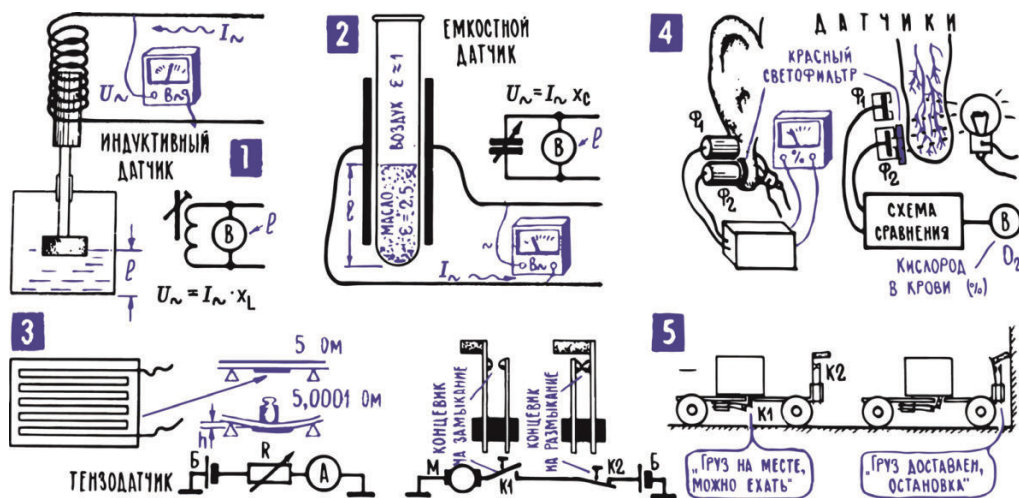
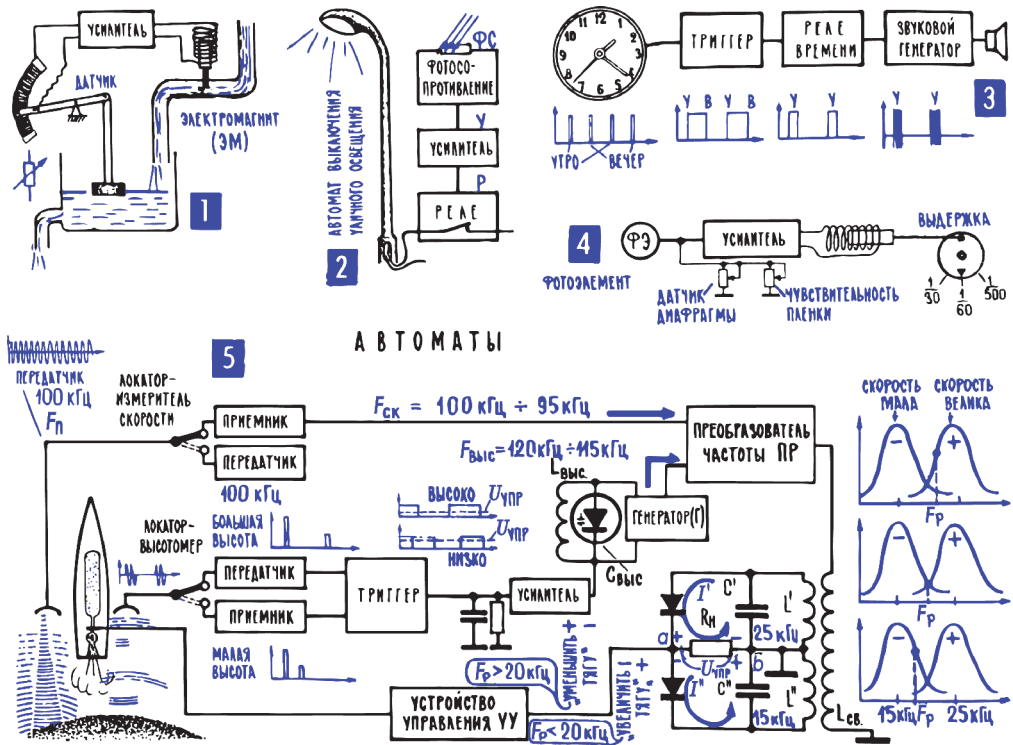

Рис. 15.1. Датчики
Рис. 15.3. Автоматические регуляторы
3. Датчики – органы чувств автоматов, они переводят информацию на электрический язык. Помимо уже знакомых нам датчиков (термоэлемента, терморезистора, фотоэлемента, фоторезистора, пьезокристалла, угольного и электродинамического микрофонов, см. рис. 8.2), имеется огромное множество других приборов для сбора информации о самых различных процессах, описания их в виде электрических сигналов. Датчиком перемещения, например, может быть резистор с переменным сопротивлением, если его подвижной контакт связать с движущимся предметом. Датчиком деформации – проволочка с высоким сопротивлением, изогнутая зигзагом и оклеенная бумагой (рис. 15.1; 3). Такой датчик (тензометр) наклеивается на поверхность детали, и когда деталь деформируется, проволока тоже изгибается и несколько растягивается, сопротивление ее меняется. На изменении сопротивления может также основываться действие датчика уровня (см. рис. 15.3; 1 далее), хотя часто в таких датчиках используются другие принципы. Например, изменение индуктивности катушки по мере перемещения в ней ферромагнитного сердечника (рис. 15.1; 1), или изменение емкости конденсатора по мере того, как между его пластинами появляется вещество с иной диэлектрической проницаемостью (рис. 15.1; 2). А если датчик-индуктивность или датчик-емкость включить в цепь переменного тока, то напряжение, которое появится на датчике, покажет, в каком он находится состоянии и какова контролируемая величина, в данном случае уровень жидкости. Потому что напряжение на участке цепи пропорционально его сопротивлению, а индуктивное сопротивление катушки x_L зависит от ее индуктивности L , емкостное сопротивление конденсатора x_C – от его емкости C . На том же принципе работают емкост-
Существуют датчики, позволяющие оценить химический состав вещества, например по электрическому сопротивлению пробной его порции, по спектру поглощения или оптической плотности. В качестве примера – один из датчиков для определения процентного содержания кислорода в крови (рис. 15.1; 4). В него входят источник света и два фотоэлемента, один из которых закрыт красным светофильтром и воспринимает только красный свет. Датчик подвешивается к мочке уха, сквозь нее проходит свет и падает на фотоэлементы. Луч света просвечивает тонкие кровеносные сосуды в мочке уха, и уровень света, попадающего на «красный» фотоэлемент Φ_2 , зависит от того, насколько кровь в этих сосудах насыщена кислородом. Электронная схема сравнивает напряжение на этом фотоэлементе с общей освещенностью, которая отражена в напряжении фотоэлемента Φ_1 , и такое сравнение позволяет судить о процентном содержании кислорода в крови.
В датчиках можно встретить много остроумных решений, использующих тонкие физические, химические и биологические процессы. Ну, а самый простой датчик – это концевой выключатель (рис. 15.1; 5), который замыкает или размыкает электрическую цепь и тем самым сообщает, что какая-либо деталь заняла определенное положение, пришла на свое место или, наоборот, ушла с него. Такие датчики можно встретить в лифте, где они сигнализируют управляющему автомату, что дверь пока не закрыта и двигаться еще нельзя.
5. В электронных автоматах переработка информации сводится к преобразованию электрических сигналов. Есть автоматы, от которых ничего иного не требуется, как следить за сигналом, поступающим с датчика, и пропорционально изменениям этого сигнала воздействовать на исполнительный механизм. Это так называемые следящие системы, типичные представители которых – системы автоматической регулировки усиления (АРУ) и подстройки частоты (АПЧ) в приемниках, или система, поддерживающая постоянный уровень жидкости в каком-либо резервуаре (рис. 15.3; 1). Следящие автоматы – это пока еще просто исполнительные работники (подобно микрофону или громкоговорителю, которые дословно переводят звук в ток и ток в звук), информация в них никакой переработке не подвергается: что велел датчик, то и делается. К числу таких простых систем относятся и некоторые пороговые автоматы, они даже не интересуются уровнем сигнала все время, а знают лишь одно: достиг этот уровень определенного порога – надо действовать⁵. Именно так, например, поступает автомат уличного освещения (рис. 15.3; 2); вечером, лишь только естественный свет уменьшится до определенного порога, как автомат производит одно из двух действий, которым его научили, – включает уличные фонари; а с рассветом, когда освещенность поднимется выше заданного порога, автомат выполнит вторую из заученных операций – выключит фонари. Потом освещенность может увеличиваться как угодно, автомат на это реагировать не будет.
В автомате уличного освещения, правда, можно уже заметить элемент памяти: установив определенный порог срабатывания, мы заставили автомат запомнить, при каком уровне освещенности нужно включать и выключать фонари. В более явном виде память присутствует в системе установки экспозиции (выдержки) в фотоаппарате с автоматикой (рис. 15.3; 4). Выдержка устанавливается обратно пропорционально току, который дает фотоэлемент: чем больше освещенность, тем больше этот ток и меньше выдержка. Но в систему введены два переменных резистора. Один из них устанавливают в зависимости от чувствительности пленки, второй в зависимости от выбранной диафрагмы. Сопротивление этих резисторов определяет ту часть тока, которая достанется исполнительному механизму, и, значит, при одной и той же освещенности он будет устанавливать разную выдержку в зависимости от сопротивления резисторов. Образно говоря, резисторы всегда напоминают автомату о том, что, устанавливая экспозицию, нужно ввести поправки на пленку и диафрагму, и, оперируя электрическим сигналом (ток через исполнительный механизм), корректируют информацию, поступающую в автомат.
Другой пример переработки информации: будильник с электрическим сигнализатором, который включается только через такт, например в 8 часов утра работает, а в 8 вечера нет (рис. 15.3; 3). Для этого в систему просто введен триггер, он делит на два число импульсов от датчика. В будильнике имеется еще один элемент обработки сигналов – реле времени: по короткому импульсу тока от датчика оно заставляет сигнал звучать достаточно долго.
Интересную обработку проходит сигнал в показанном на рис. 15.3; 5 автомате управления ракетным двигателем (эта схема так же, как предыдущие и последующие, не более чем учебная модель, в реальных автоматах все может решаться по-иному). Основа автомата – два радиолокатора: один – измеряющий высоту ракеты, другой – ее скорость. Локаторам, конечно, нужно было бы посвятить особый рассказ, но, поскольку в радиолюбительской практике они встречаются редко, ограничимся лишь коротким упоминанием о них здесь, в разделе электронной автоматики, «придравшись» к тому, что радиолокаторы можно считать особым видом датчиков.